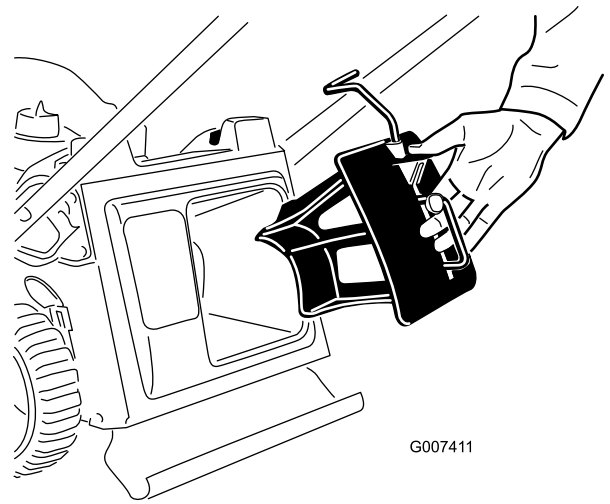

Figura 10
1. Introduzca el tapón de mulching en la máquina, si no está instalado ya (Figura 10).